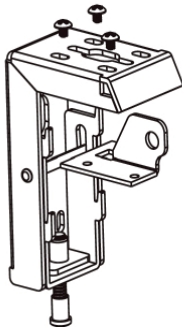

Bild 14
2. Sätt fast takhängarna på väggfästena med de medföljande M5 x 10 mm skruvarna och se till att skruvarna på väggfästet är ordentligt åtdragna. (Bild 14 och 15)